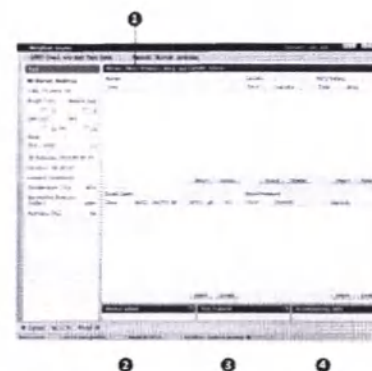

Рис. 59: Модуль Check and Edit Test Data (Проверка и редактирование данных тестирования)
- Просмотрите отдельные функциональные блоки (рис. 59):